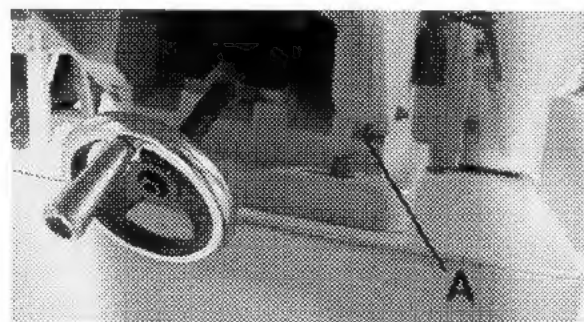

FIGURE 30
Les "Glissières" éliminent un jeu entre le chemin des glissières de la base et des deux tables. La "glissière" pour la table d'entrée est illustrée (A) Fig. 30. Un bon ajustement des glissières est nécessaire pour le bon fonctionnement de votre dégauchisseuse. Les "glissières" ont été ajustées à l'usine et ne nécessitent pas d'ajustement. Mais, si un ajustement des glissières est nécessaire, suivez les instructions suivantes: